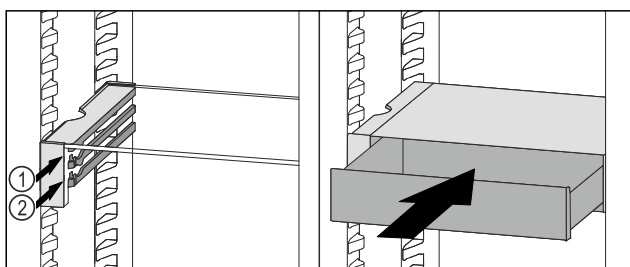

Fig. 177
- Predal VarioSafe namestite za zaustavljalnimi elementi na željeni nastavek Fig. 177 (1) ali Fig. 177 (2).